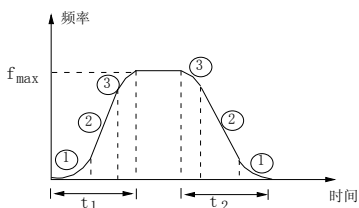

图 5-14 S 曲线加减速
输出频率按照 S 形曲线递增或递减，如图 5-14 所示。
S 曲线起始段时间如图 5-14 中①所示，这里输出频率变化的斜率从 0 逐渐递增。
S 曲线上升段时间如图 5-14 中②所示，这里输出频率变化的斜率恒定。
S 曲线结束段时间如图 5-14 中③所示，这里输出频率变化的斜率逐渐递减到 0。